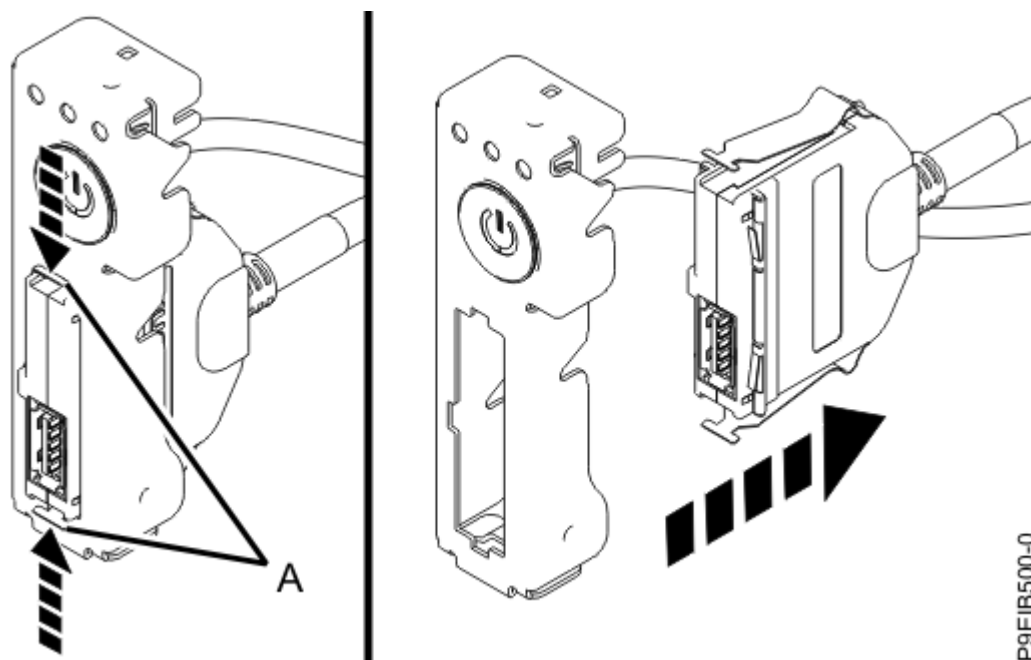

Figura 172. Extracción del conector y cable USB del sistema interruptor de alimentación
9. Presionando las palancas de liberación **(A)** del conector, desconecte el conector y cable USB del interruptor de alimentación, tal como se muestra en la Figura 172 en la página 191.